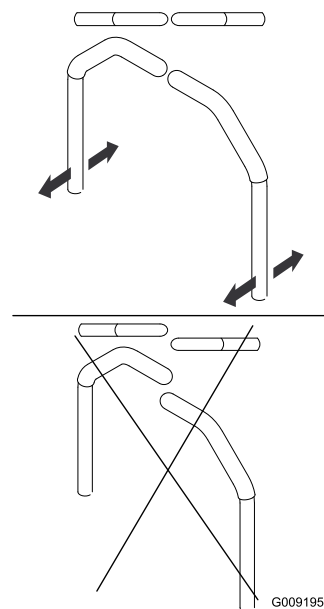

Figura 85
4. Allineate le leve latitudinalmente portandole assieme in folle e fatele scorrere finché non sono allineate, quindi serrate i bulloni (Figura 85).